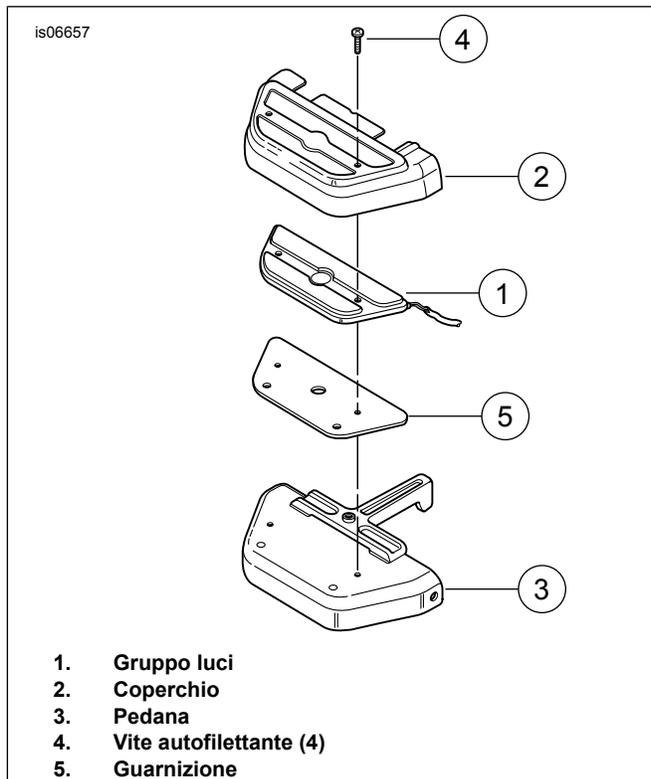

Figura 3. Installare il coperchio della pedana
1. Vedere Figura 3. Montare il gruppo delle luci (1) in ogni coperchio (2) e posizionare il gruppo del coperchio e delle luci sulla parte inferiore di ogni pedana (3). Segnare la posizione dei fori di montaggio.
5. Vedere Figura 3. Applicare dell'olio leggero alle filettature delle quattro viti autofilettanti (4) fornite nel kit. Inserire a metà le viti all'interno dei due fori eseguiti in ogni pedana (3); in questo modo le filettature nella pedana inizieranno a formarsi. Rimuovere le viti, pulendo eventuale materiale residuo dai fori, e pulire qualsiasi traccia di olio dalle pedane.
6. Vedere Figura 3. Posizionare la guarnizione (5) su ogni pedana, ma non rimuovere la pellicola fin quando non si è completato l'allineamento. Posizionare il gruppo delle luci (1) su ogni pedana (3) e controllare l'allineamento tra la guarnizione e il gruppo delle luci. La guarnizione deve essere allineata con il gruppo delle luci intorno a tutta la luce. Se necessario, segnare la corretta posizione della guarnizione.
7. Rimuovere la pellicola dalla guarnizione (5) e applicare a ogni pedana (3).
8. Installare il gruppo delle luci (1) e il coperchio (2) su ogni pedana usando due viti autofilettanti (4) fornite nel kit, inserendo completamente ogni vite.